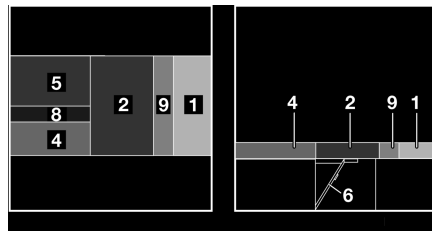
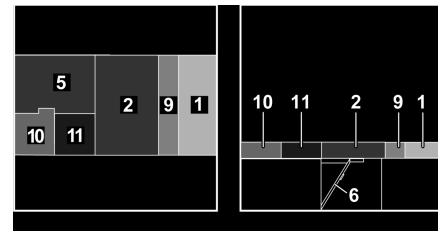

Fig. 125 Después de la transformación (variante 1)
Fig. 126 Después de la transformación (variante 2)
- Llevar el cojín del respaldo (Fig. 125,4) a la posición horizontal y tirarlo hacia el centro.
- Colocar el cojín adicional (Fig. 125,8) entre el cojín del respaldo (Fig. 125,4) y el cojín del asiento (Fig. 125,5).
- Colocar el cojín adicional (Fig. 126,10 y 11) entre el cojín del asiento (Fig. 126,5) y la pared.
- Colocar el cojín adicional (Fig. 125,9 ó Fig. 126,9) entre el cojín del respaldo (Fig. 125,1 ó Fig. 126,1) y el cojín del asiento (Fig. 125,2 ó Fig. 126,2).